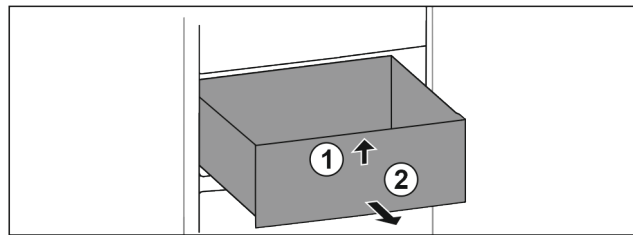

Fig. 75
- ▶ Predal spredaj dvignite. Fig. 75 (1)
- ▶ Predal vzemite ven v smeri naprej. Fig. 75 (2)